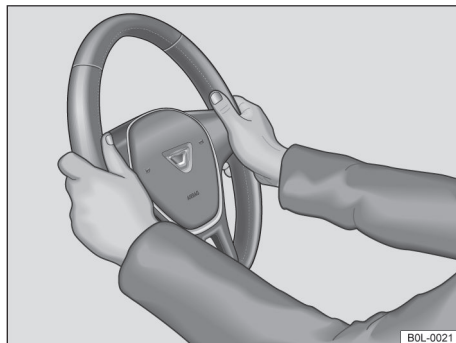

图 51 方向盘上：9 点钟和 3 点钟位置
- 调整方向盘至合适位置，驾驶员稍弯肘即可握在方向盘轮缘外侧的 **9 点钟和 3 点钟位置** → 图 51。
- 驾驶车辆时驾驶员双手务必始终握在方向盘轮缘的**9点钟和3点钟位置** → 图 51，以减轻驾驶员正面安全气囊触发时对驾驶员的伤害程度。